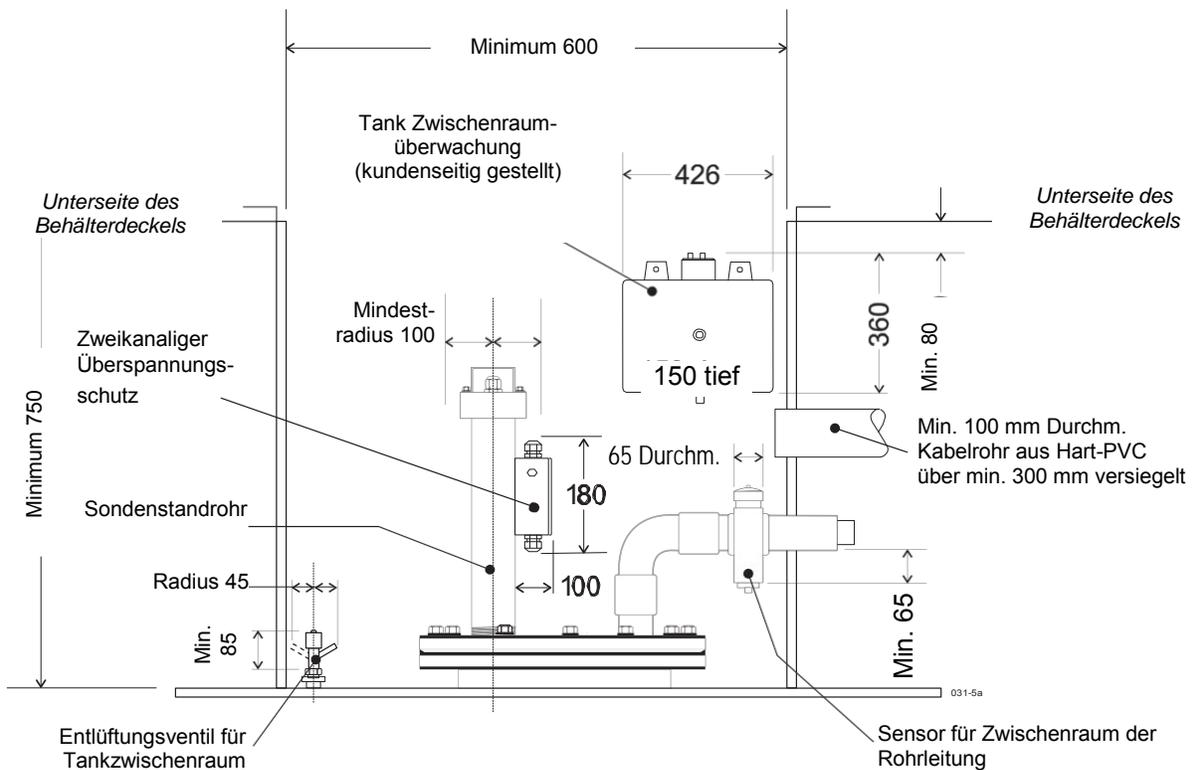

Abbildung 12. Domschacht — Mindestmessungen (in mm)
**ANM.** Um einen ausreichenden Platz zur Installation und Wartung der Sonde sicherzustellen, wird empfohlen, dass der Domschacht 750 mm tief und 600 mm breit ist. Siehe Abbildung 12.
**ANM.** Die Sondeninstallationsöffnung darf nicht durch andere Rohrleitungen versperrt werden. Über der Sondeninstallationsöffnung muss ein Freiraum mit mindestens 100 mm Radius von seiner Mitte vorhanden sein. Siehe Abbildung 12.